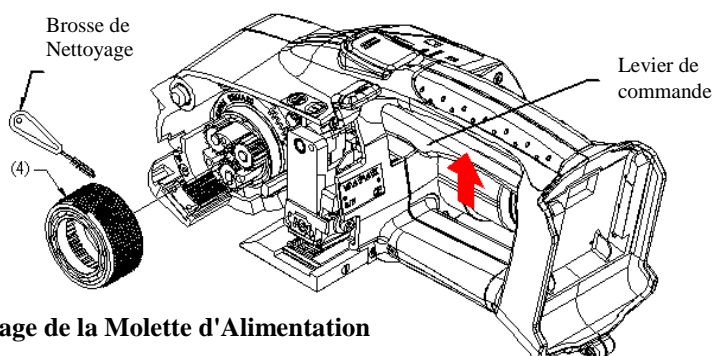

FIGURE 17 Nettoyage de la Molette d'Alimentation
7.1.2 Méthode de nettoyage intégral : (Consultez la Figure 17)
Étape 1 : Dévissez et retirez les 3 vis M4 × 0,7 × 12 mm (1), la vis M4 × 0,7 × 10 mm (2) et le couvercle latéral (3) peut être retiré.
Étape 2 : Soulevez le levier de fonctionnement, retirez la molette d'alimentation (4) et nettoyez complètement la molette d'alimentation à l'aide de la brosse de nettoyage.